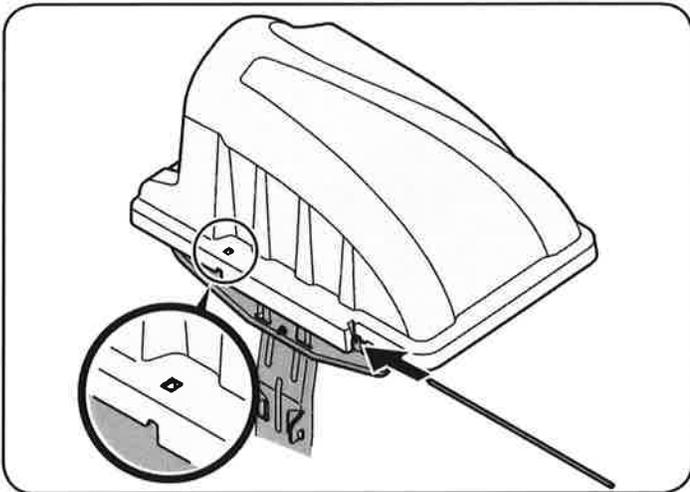
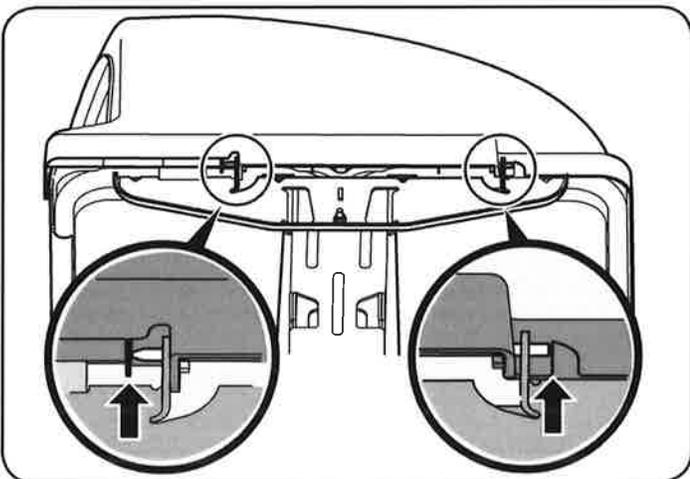

Figura 42
Figura 43
4. Deslice el pasador de la bisagra en el orificio situado en la pestaña de montaje, como en la Figura 42 Usar la ventana de corte (consulte la Figura 42) para alinear el pasador de la bisagra en el otro lado y empuje pin hasta el fondo hasta que alcanza el tope final. En este punto, los clips de los pasadores en su lugar y se asegura por una pestaña en la cubierta embolsadora. Ver Figura 43.